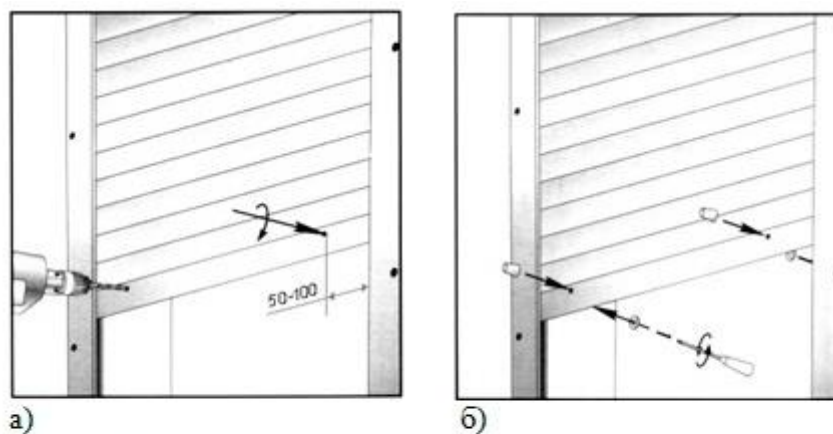

Рис. 25. Установка стопоров:
26. Установить стопоры, ограничивающие высоту подъёма полотна, предварительно просверлив сквозные отверстия в концевом профиле полотна. Сверление отверстий производится на расстоянии 50 - 100 мм от направляющих шин (рис. 25).